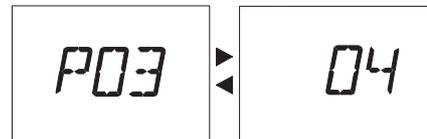

Рис. 35
- 2 На ЖК-дисплее параметр **P03** чередуется с **04** (Рис. 35).